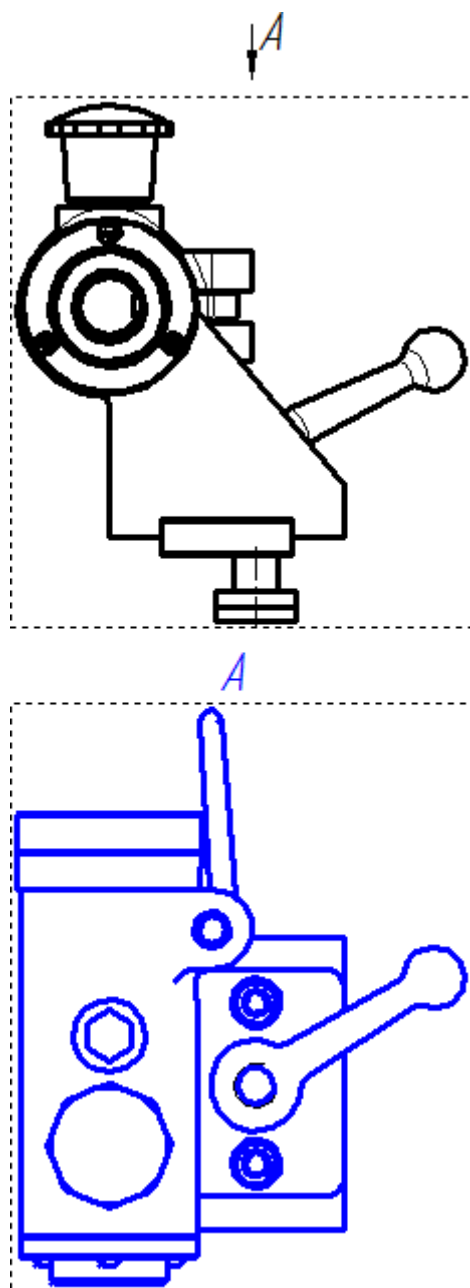

Рис. 123
- задайте начальную и конечную точки стрелки (рис. 123) – команда перейдет в режим создания вида;